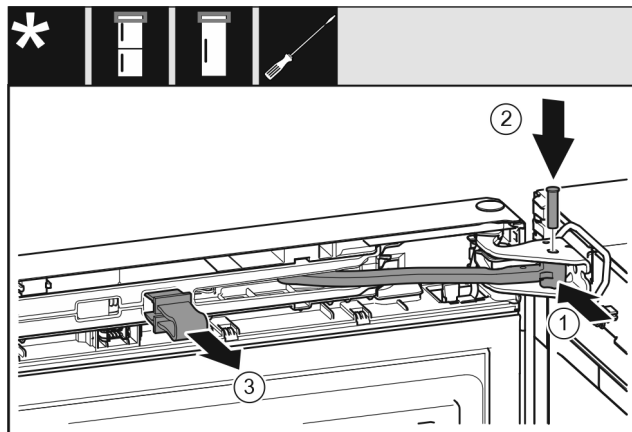

Fig. 53
- ▷ 将铰链 Fig. 53 (1) 转入托架。
- ▷ 将螺栓 Fig. 53 (2) 插入托架和铰链。同时注意止动凸轮需正确地位于凹槽中。
- ▷ 取下保险装置 Fig. 53 (3)。